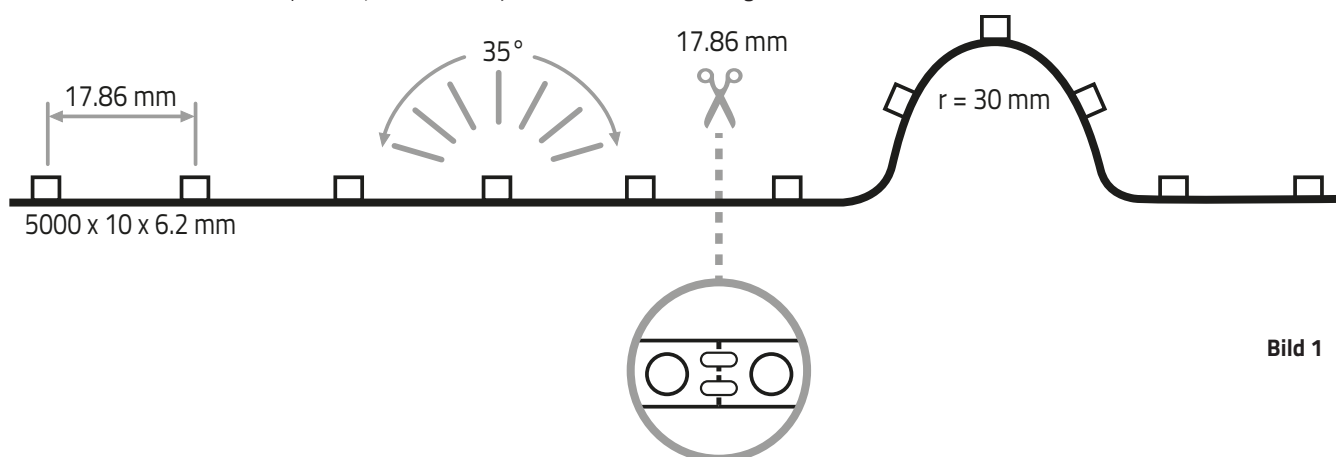

Bild 1
2. **VARDIFLEX** LED-Strip, falls erforderlich, kürzen (Bild 1).
VARDIFLEX LED-Strip kann jeweils nach **jeder LED (17,86 mm)** getrennt werden (Bild 1).